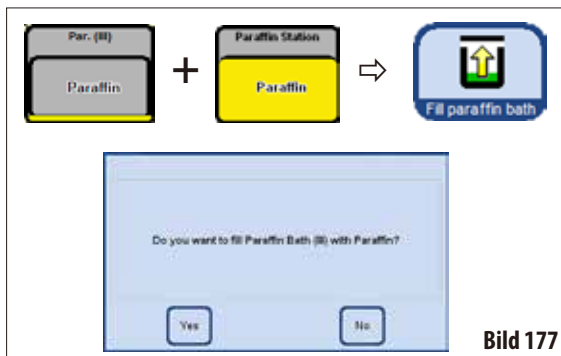

Bild 177
- Bekräfta uppmaningen (bild 177) med **YES** (ja).